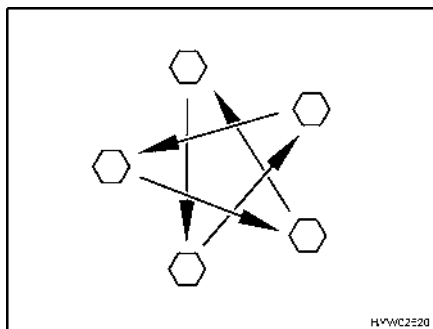

Fig. 242 Apretar las tuercas o los tornillos de las ruedas en forma de cruz
- Comprobar periódicamente que las tuercas o tornillos de las ruedas estén firmemente apretados. Reajustar en forma de cruz (Fig. 242) las tuercas o tornillos después de cambiar una rueda, al cabo de 50 km.
- ▷ Apretar en forma de cruz las tuercas o los tornillos de las ruedas (Fig. 242).